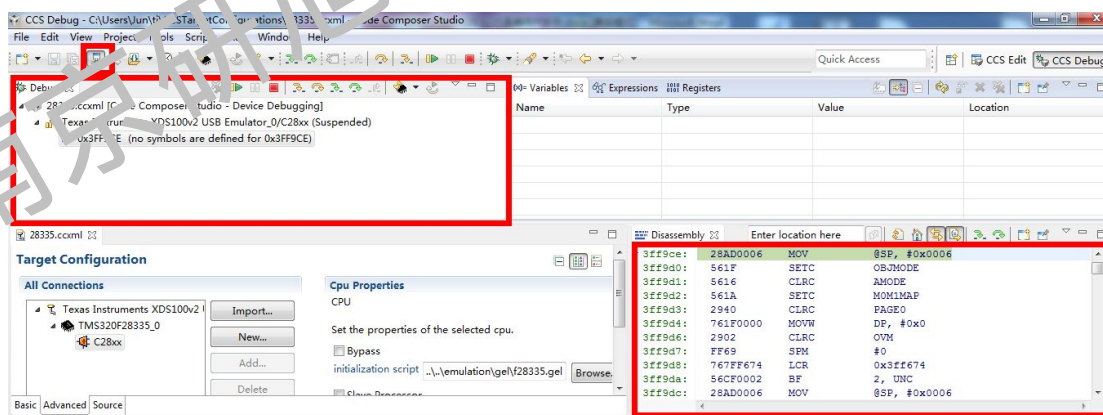

图 3-1-7
- 当启动成功后, “连接标志”就会有效, 点击即可连接目标板; 出现以下图 3-1-7 界面, 证明连接成功: